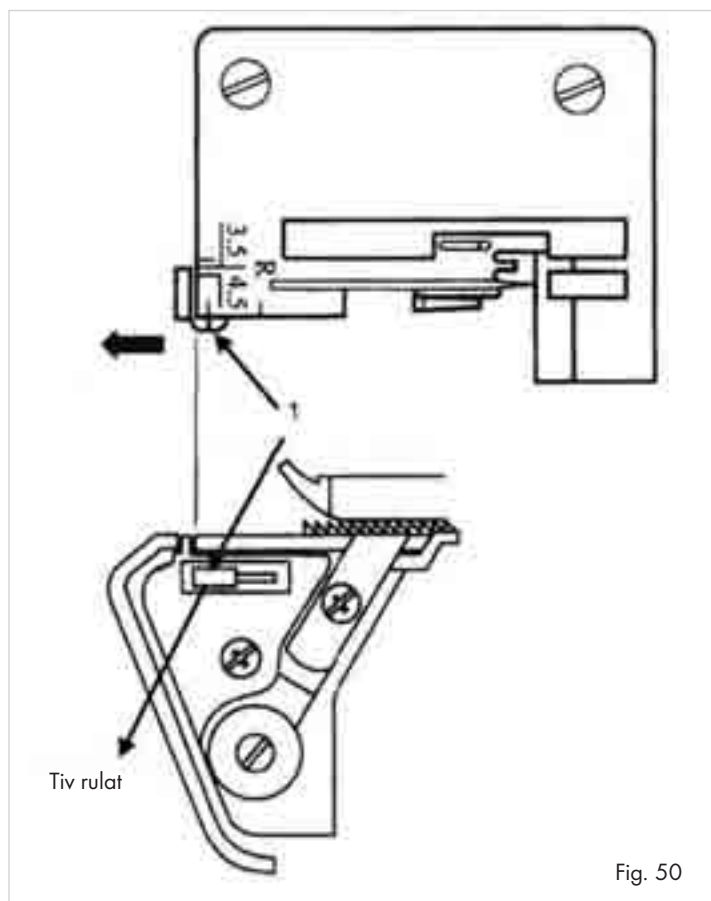

Fig. 50
- Deschideți capacul frontal ⑩.
- Poziționați comutatorul pentru lățimea cusăturii ②③ pe „R”, pentru a deplasa înapoi degetul pentru lățimea cusăturii (1)(fig. 50).
① **Indicație**